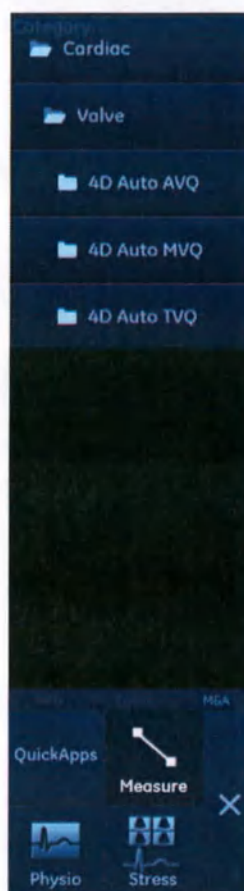

Рис. 8-52. Выбор инструмента 4D Auto MVQ
3. Выберите **Valve/4D Auto MVQ** (Клапан/4D Auto MVQ) (см. Рис. 8-52).